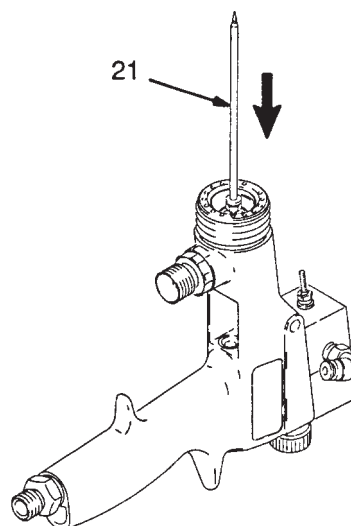

Fig. 3
10. Spingere il gruppo guarnizione a tre componenti (39) all'esterno della parte posteriore della pistola, insieme all'estremità filettata dello spillo del fluido (21), come illustrato nella Fig. 3.